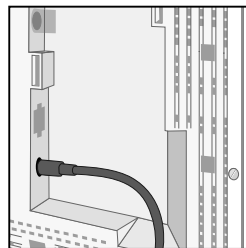

Figure D.1
- Connectez le câble d'alimentation sur le moniteur (**figure D.1**).